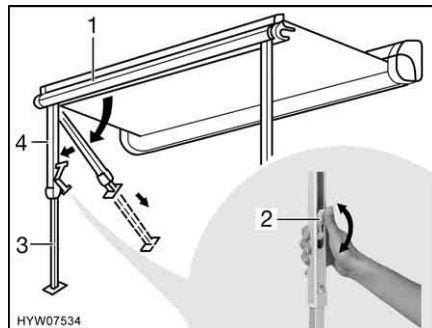

Bild 7 Stützfüße aufstellen
- Die Stützfüße (Bild 7,4) aus der Frontleiste (Bild 7,1) herausklappen und aufstellen.
- Die Verriegelung an den Stützfüßen öffnen. Dazu den Verriegelungshebel (Bild 7,2) nach oben umlegen.
- Den unteren Teil der Stützfüße (Bild 7,3) bis zur gewünschten Länge herausziehen.